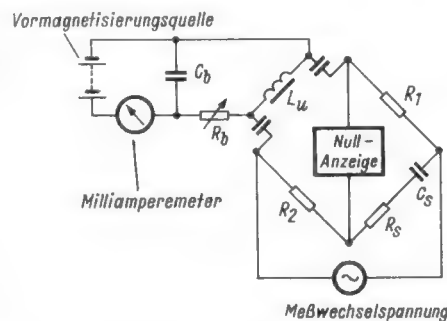

Bild 1. Einfachste Art der Paralleleinspeisung. Der Vormagnetisierungsstrom und der hochohmige Vorwiderstand werden durch  $R_b$  eingestellt
Bild 1 zeigt die einfachste praktische Anordnung mit einer Anwendung dieses Prinzips. Um zu vermeiden, daß ein Teil des Gleichstromes durch die Brückenschaltung fließt, sind zwischen Spule und Brückenanschlußklemmen zwei Sperrkondensatoren eingeschaltet. Natürlich muß deren Kapazität
2) Induktivitätsmeßbrücke nach Bild 1 bis 4a. Die unbekanntene Induktivität wird durch eine Serienschaltung von Vergleichskapazität und Widerstand im gegenüberliegenden Brückenarm abgeglichen.